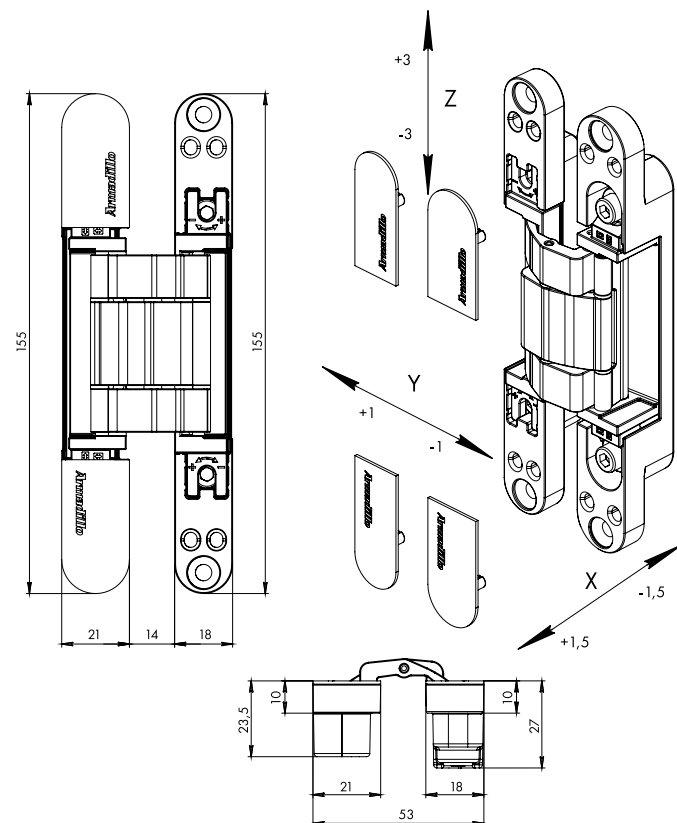
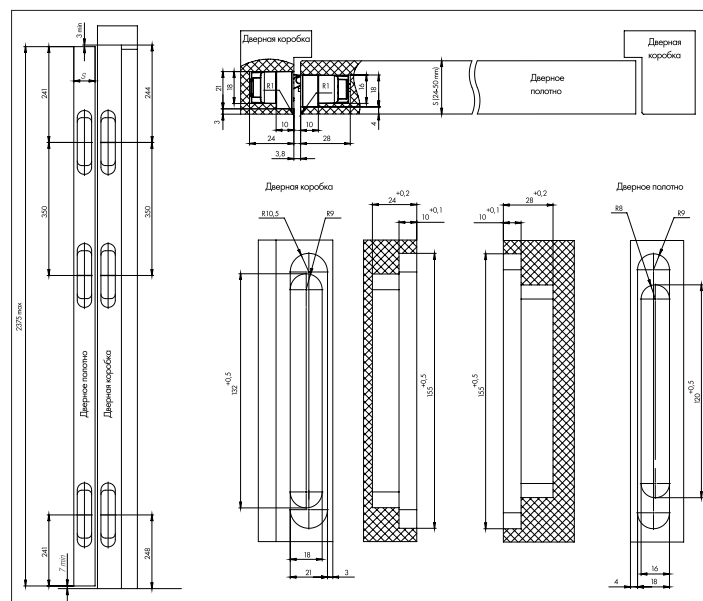

Рисунок 1 – Габаритные размеры петли.
Рисунок 2 — Размеры пазов под петли.
- Габаритные размеры в открытом положении петли (рис. 1):
- Вертикальная регулировка (Z): ± 3 мм
- Горизонтальная регулировка (X): $\pm 1,5$ мм
- Регулировка по глубине (Y): ± 1 мм
1. Определить количество устанавливаемых петель исходя из массы дверного полотна и наличия доводчика и/или дверного упора. Отфрезеровать установочные пазы под петли в дверном полотне и в дверной коробке (см. рис. 1, рис. 2).